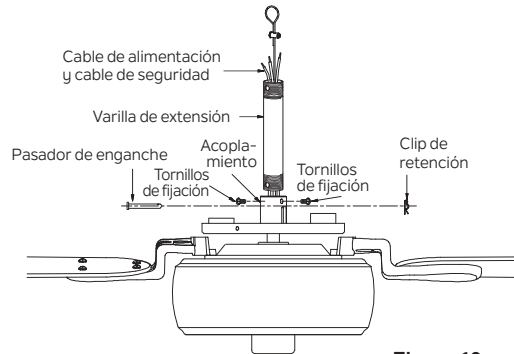

Figura 10
Paso 7. Afloje los dos tornillos de fijación y retire el pasador de enganche y el clip de retención del acoplamiento en la parte superior del conjunto del motor. (Figura 10)